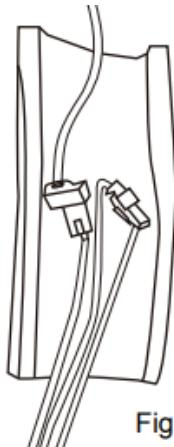

Figure 8
3. Anslut dockningsplintarna på inomhusenheten och utomhusenheten, se bild 8.